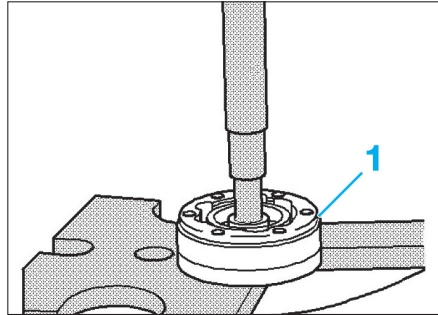

FIG. 9
- Extraire le joint (1) côté boîte de vitesses à l'aide d'une presse (Fig.9).